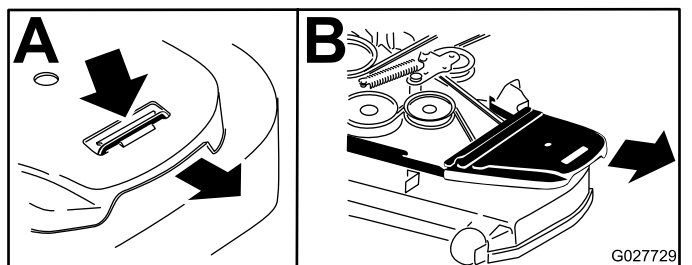

Figure 63
4. Déposez les protège-courroies (Figure 63).